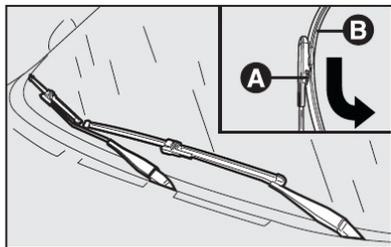

fig. 27
Substituição das palhetas do limpador do para-brisa - fig. 27
- 2) Pressionar a trava **A**-fig. 27 e retirar a palheta **B** empurrando-a para baixo e desengatando-a do braço;